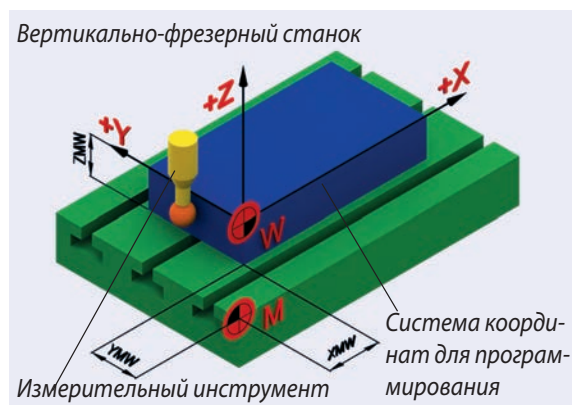

Рисунок 6
Исходное положение обрабатываемой детали (W) (рис. 6 и 7)